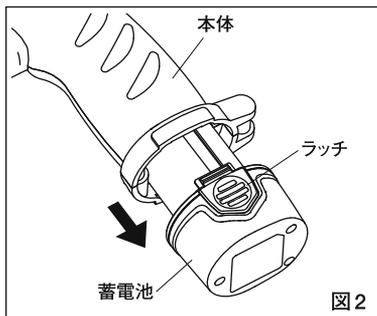

図2
(1) 充電
- ① 蓄電池のラッチ部を押しながら蓄電池を本体から取外します。(図2)